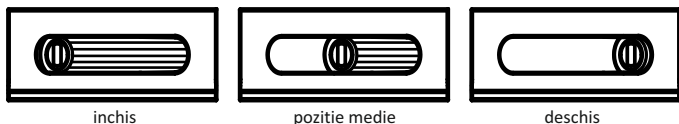

Fig. 4. Un exemplu de reglare a admisiei de aer proaspăt (tavita cenușar).
- maneta de reglare a amortizorului, prin ajustarea tirajului coșului de fum, (vezi fig. 4),